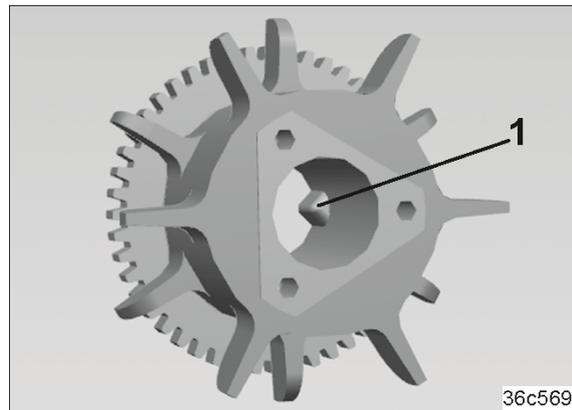

Fig. 231
9. Entfernen Sie die Dreikant-Mitnehmer (Fig. 231/1) der Bohnensäräder, die später zum Anlegen der Fahrgassen abgeschaltet werden sollen.
Die Dreikant-Mitnehmer (Fig. 231/1) der anderen Bohnensäräder greifen in die Aussparung der Säwelle.